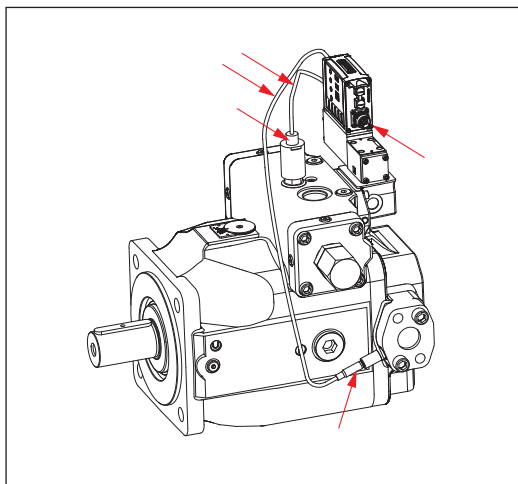

Abb. 10: Transport der Axialkolbeneinheit
- ▶ Legen Sie das Hebeband so um die Axialkolbeneinheit, dass es weder über Anbauteile (z. B. Ventile, elektrische Anbauteile und Sensoren (rote Pfeile siehe Abb. 10)) verläuft, noch dass die Axialkolbeneinheit an Anbauteilen aufgehängt wird.